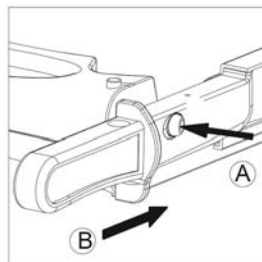

Figura 3
- 6 Después de finalizar el trabajo, pulse el botón de protección e introduzca la manija (figura 3).